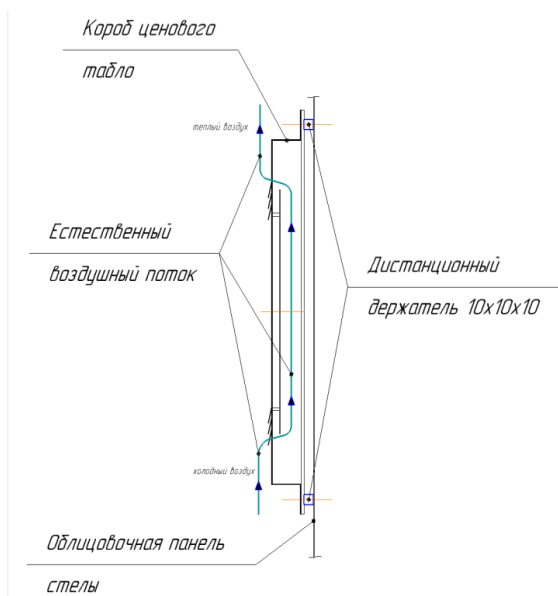

Рис.12
7.7. По вентиляции применить дополнительные требования: При отсутствии и при наличии вентиляционных окошек на тыльной стороне панелей индикации предусмотреть воздушные зазоры, размер которых выбрать из расчета общей площади вентиляционных отверстий 200см², где 100см² это приточная вентиляция и 100 см² – вытяжная вентиляция. (см. рис.12). Расстояние обеспечивается при помощи дистанционных держателей размером 10x10x10